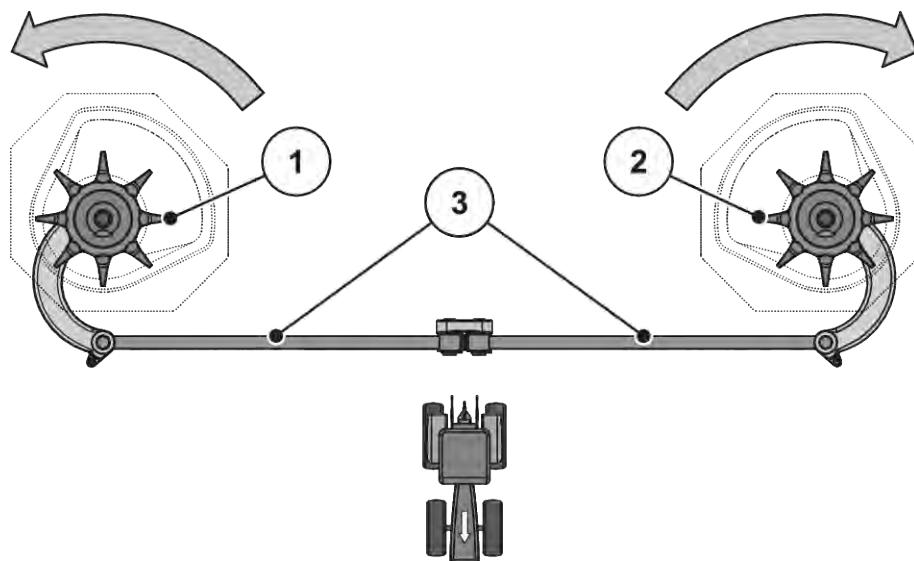

図 54: アジテータードライブの点検
- ▶ アジテーターラレットを手で散布ディスクの回転方向に回します。参照: 図 54 アジテータードライブの点検。
- ▶ アジテーターラレットをオイルフィルターバンドを使うか、手で散布ディスクの回転方向と反対の方向に回します。参照: 図 54 アジテータードライブの点検